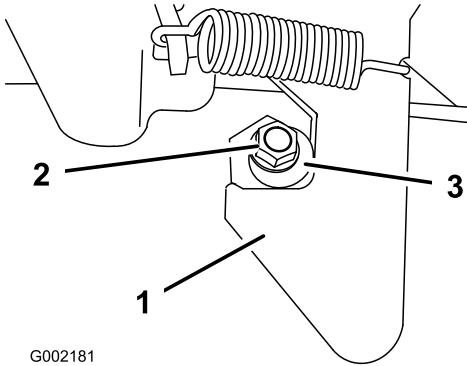

Bild 50
1. Lösen Sie die Sicherungsmutter am Ende der Riegelstrebe (Bild 50).
2. Drehen Sie die Riegelstrebe nach rechts, bis sie bündig mit dem Hakenteil des Riegels ist (Bild 50).